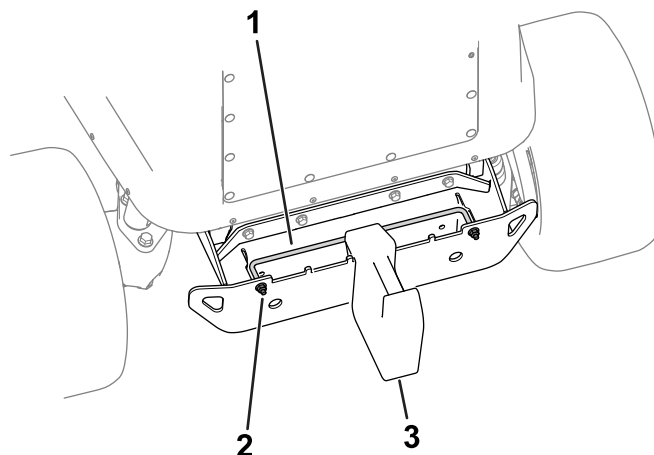

Bild 11
2. Entfernen Sie ein Ballastelement und positionieren Sie den verbleibenden Ballast in der Mitte des Stoßfängers, wie in Bild 11 dargestellt.